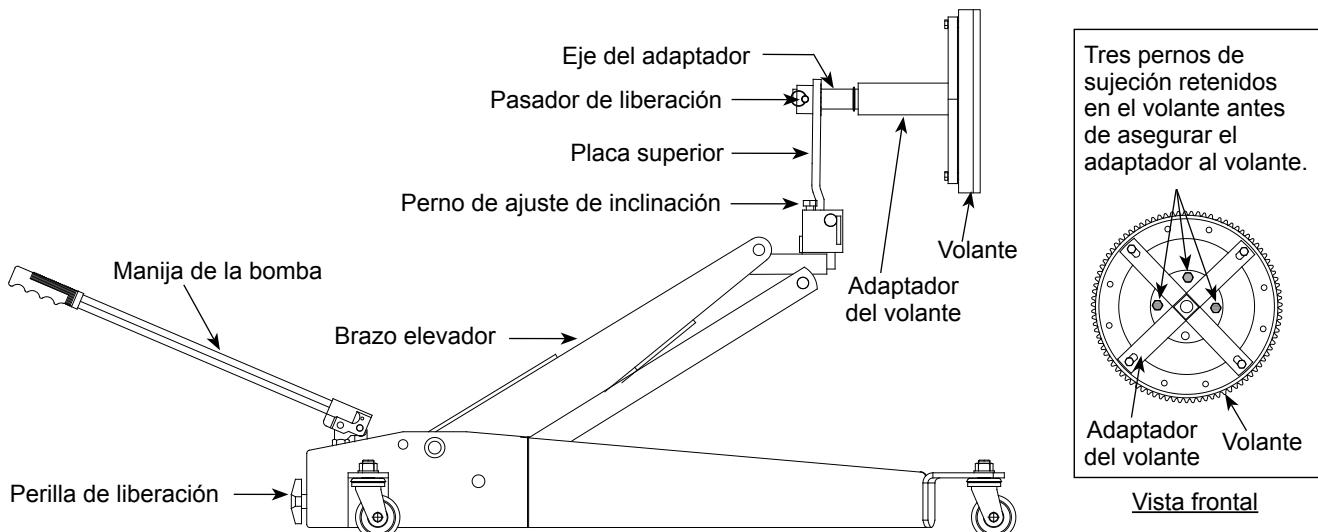

Figura 4: ilustración operativa del adaptador del volante
La manija del embrague está diseñada para quitar e instalar el embrague/volante. Uso específico: para quitar, instalar y trasladar (en la posición más baja) tanto embragues como volantes de 14" (35,56 cm) y 15-1/2" (39,37 cm). Los dos tamaños de portabarrenas más comunes, de 1-3/4" (4,45 cm) y 2" (5,08 cm) de diámetro, vienen incluidos con este producto. La placa superior permite colocar el embrague en posición horizontal para despejar la zona inferior al vehículo o vertical para la instalación y desinstalación. El manguito del portabarrenas se puede girar 360 grados de lado a lado e inclinar verticalmente para lograr una alineación precisa del embrague. El modelo 40501 está diseñado para usarse en conjunto con la manija del embrague Omega 40500 únicamente. Antes de usar, consulte la Figura 4 para cerciorarse de que todas las piezas estén incluidas.
1. Quite todos los pernos que sujetan el volante (pernos del volante al eje de la manivela) excepto los tres pernos que están señalados en la Figura 4.
2. Instale el adaptador del volante como se muestra en la Figura 4. Cierre totalmente la perilla de la válvula de liberación. Bombee la manija para levantar el brazo elevador y alinee el adaptador del volante con el volante utilizando el perno de ajuste de inclinación.
1. Cierre la perilla de la válvula de liberación, bombee la manija y levante el volante a la posición que se muestra en la Figura 4 para la instalación. Ajuste el volante utilizando el perno de ajuste de inclinación para alinear el volante con el eje de la manivela.